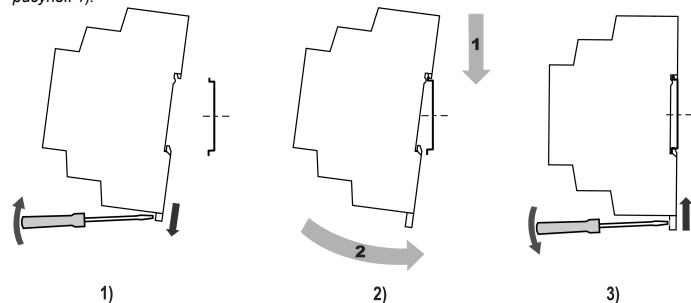

Рисунок 3 – Установка прибора
2. Установить прибор на DIN-рейку в соответствии с в направлении стрелки 1 (*рисунок 3, 2*);
3. Вставив отвертку в проушину, оттянуть защелку *рисунок 3, 1*).
4. Прижать прибор к DIN-рейке в направлении, показанном стрелкой 2. Зафиксировать защелку (см. *рисунок 3, 3*).